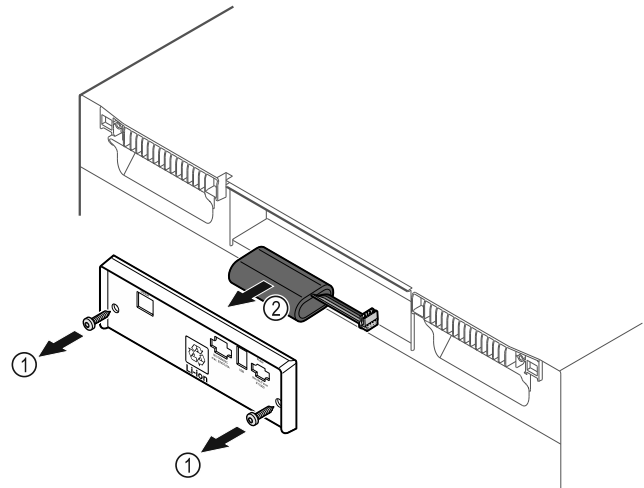

Fig. 204
- Svitare le viti e rimuovere il coperchio sul retro dell'apparecchiatura Fig. 204 (1).
- Scollegare e rimuovere la batteria Fig. 204 (2).